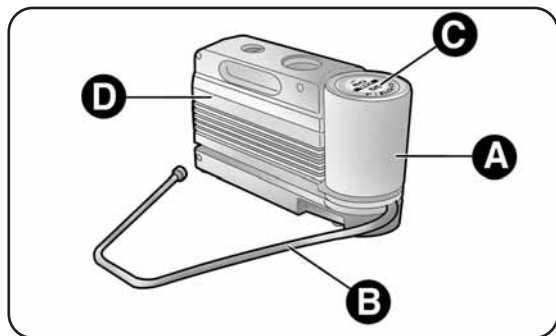

fig. 2
Il kit fig. 2 comprende:
- un compressore D-fig. 2 completo di manometro e raccordi, reperibile nel vano;